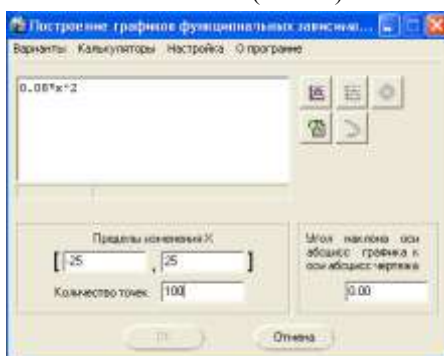

Рис.24
8. В диалоговом окне в поле ввода аналитических зависимостей ввести уравнение параболы $0,08 \cdot x^2$. В поля группы Пределы изменения ввести значения аргумента -25 и 25. В поле Количество точек ввести число 100 (Рис.24).